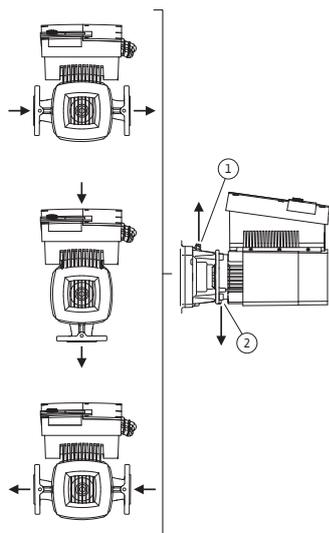

Fig. 23: Posizioni di montaggio ammesse con albero del motore orizzontale
Le posizioni di montaggio ammesse con albero del motore orizzontale e modulo elettronico verso l'alto (0°) sono illustrate alla fig. 23. Non sono illustrate le posizioni di montaggio ammesse con modulo elettronico montato lateralmente (+/- 90°). Ogni posizione di montaggio è consentita tranne "modulo elettronico verso il basso" (- 180°). Lo sfogo della pompa è garantito solo se la valvola di sfogo è rivolta verso l'alto (fig. 23, pos. 1).
Solo in questa posizione (0°) il condensato formatosi può defluire attraverso il foro presente, la lanterna pompa e il motore (fig. 23, pos. 2).